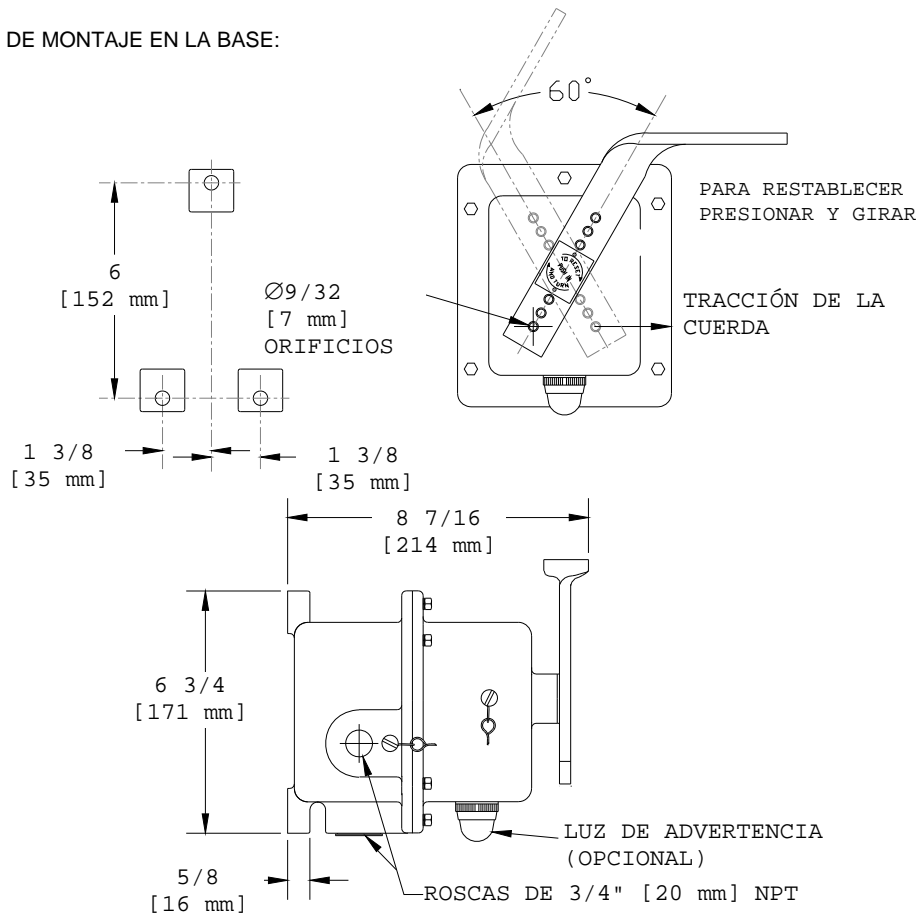
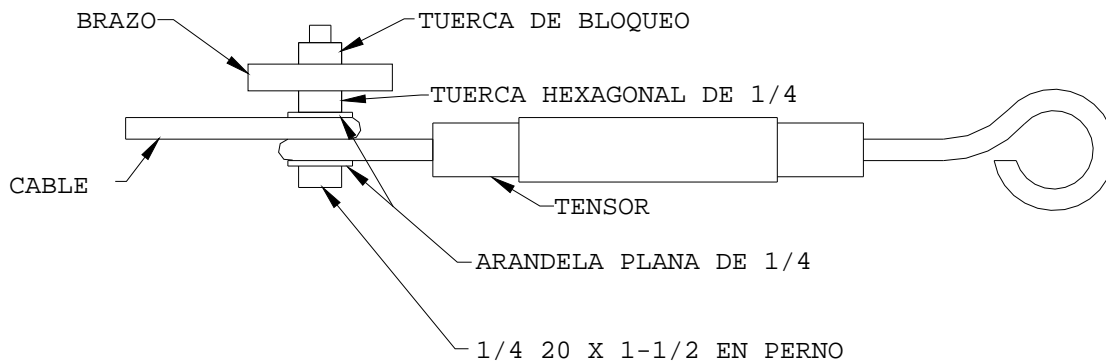

Figura 3: Cable y RSB
Figura 6: Enlace de seguridad
2. Cada unidad puede cubrir 100 pies (30 m) máximo en cada dirección, izquierda y derecha del control (vea la Figura 3). Las consideraciones de seguridad indican que no se puede conectar más de 200 pies (60 m) de cable en total.
4. La unidad RSB debe centrarse entre los pernos de anillo del extremo de modo que A´un lado = A´otro lado dentro de 5 pies (1,5 m) (vea la Figura 3).
5. Conecte un resorte y un enlace de seguridad (vea la Figura 6) a cada perno de anillo de extremo (vea la Figura 3).